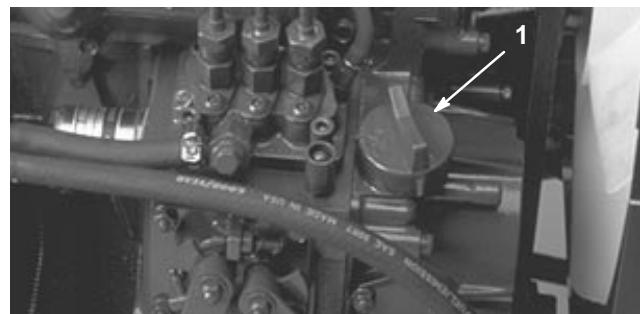

Figure 16
3. Si le niveau est bas, retirez le bouchon de remplissage (Fig. 16) et versez de l'huile progressivement et en petites quantités, sans oublier de vérifier fréquemment le niveau, jusqu'à ce que l'huile atteigne le repère du plein (FULL) sur la jauge.